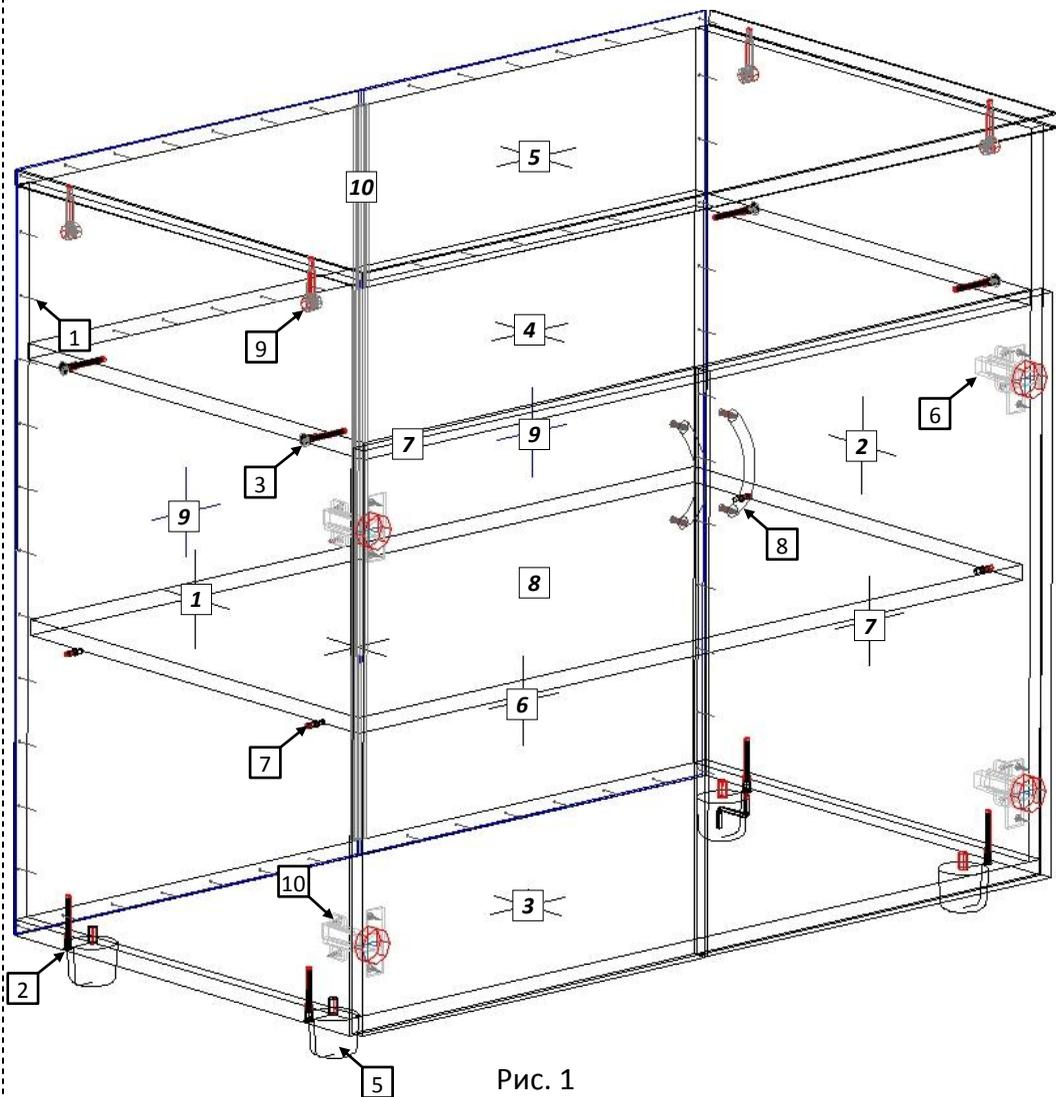

Рис. 1
4.1 Внимательно ознакомьтесь со схемой сборки, изображённой на рис. 1, сверяясь с комплектующей ведомостью на изделии. Согласно позициям на схеме и комплект. ведомости определите расположение деталей в изделии и порядок их сборки. Сборка производится на ровном полу, укрытом материалом, предотвращающим повреждение покрытия пола и деталей мебели. Подготовьте необходимые для сборки инструменты – плоскую и крестовую отвёртки, молоток, рулетку или линейку.
4.3 Евровинтами (2), как показано на рис. 1, соедините вертикал. ст. [1,2] с горизонтальными стенками [3,4]. Установите крышку. Затяжка соединения производится путём поворота эксцентриков до упора в направлении стрелки, выштампованной на корпусе стяжки. Гвоздями (1) закрепите задние стенки ДВПО [9], предварительно установив в стык соединительный профиль [10]. Головки евроинтов закройте заглушками (3).